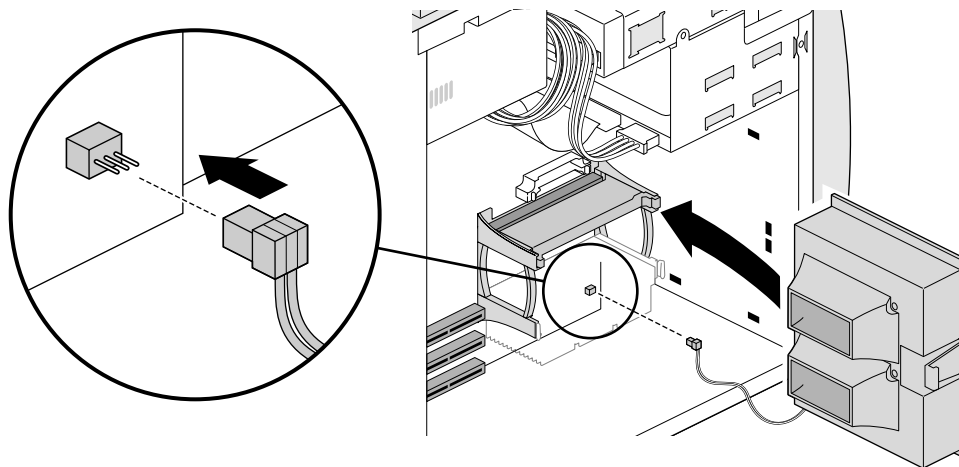

Figura 7-9 Installazione della ventola
2. Installare la nuova ventola, come illustrato nella Figura 7-9.